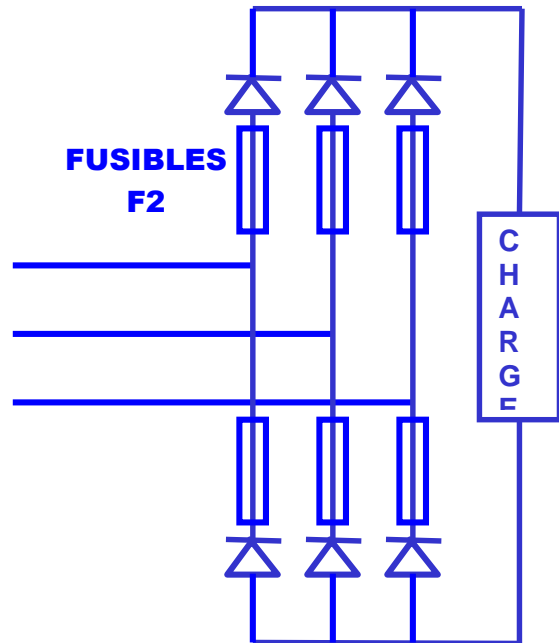

Figure 5 : protection avec 6 fusibles
- ou alors en série avec chaque diode selon la figure 5 (6 fusibles F2).